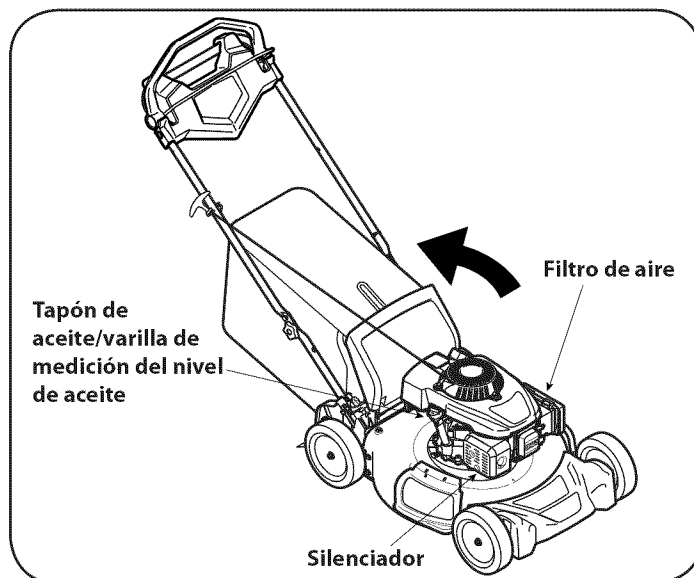

Figura 18
3. Retire el tapón de drenaje y drene el aceite al recipiente inclinando el motor hacia el tubo de llenado del aceite. Vea la Figura 18.